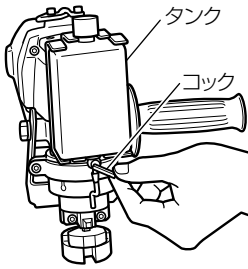

図 17
- (3) オイルタンクのキャップをねじ込みタンクを固定します。
- (4) 打抜油の量は約 10 mm 切断する毎に 1 滴、滴下するよう調整します。(図 17)